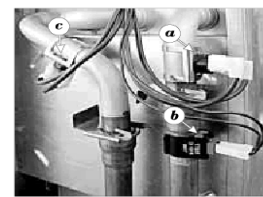

Рис. 25 – Термостаты
- аварийный термостат расположен в левом верхнем углу котла на выходе из первичного теплообменника (см.рис.25, поз. а). Он оснащен кнопкой «reset».
- термистор расположен на верхнем конце трубки между теплообменником и гидроблоком (см.рис. 25 – поз. b)
- 2 аварийные термостаты расположены в левом верхнем углу котла на входе и выходе из первичного теплообменника (см. рис.25, поз. а, с). Они оснащены кнопкой « reset »;